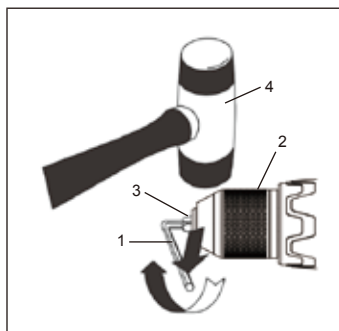

FIG. 13
2. Insérez une clé hexagonale (1) de 5/16 po/8 mm ou plus dans le mandrin (2), puis serrez fermement les mâchoires du mandrin (figure 13). Assurez-vous que la totalité des mâchoires (3) du mandrin épouse les surfaces plates de la clé hexagonale.
3. Tapez fortement sur la clé hexagonale avec un maillet (4) dans le SENS HORAIRE. Cette action desserrera la vis dans le mandrin pour faciliter le retrait.